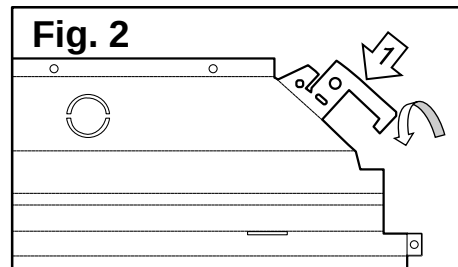

Fig. 2
4. De-dessus du plafond, fixer le luminaire à barre en T construit en courbant dans des **clips à barre en T** (n° 1) sur l'ensemble des quatre coins de le luminaire (**Fig. 2**).
5. Si le code local exige, attacher un fil à au moins deux des quatre **clips à barre en T** (n° 1) situés à proximité de chaque coin de le luminaire à un élément de structure du plafond (**Fig. 2**).